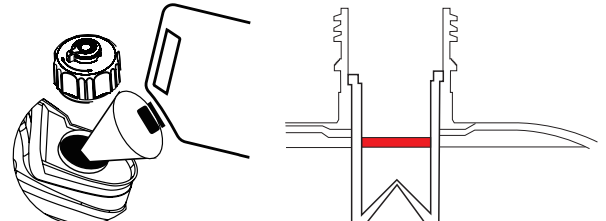

Figure 5: Maximum Gasoline Fill Level
6. Füllen Sie langsam Benzin in den Tank. Achten Sie sehr darauf, den Tank nicht zu überfüllen. Der Benzinstand sollte NICHT höher als der rote Ring sein (siehe Abbildung 5).